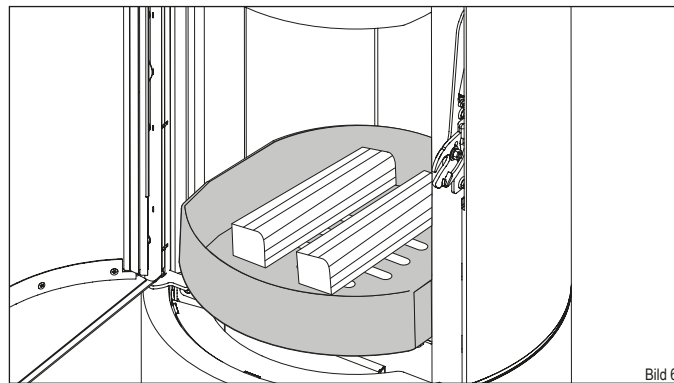

Bild 6
- ▶ Legen Sie zwei Holzscheite (4) mit 1,4 kg Gesamtgewicht mittig in den Feuerraum, mit der Stirnseite nach vorne zeigend ein. (Lassen Sie ca. 5 cm Abstand zur Feuerraumscheibe) (Bild 6)